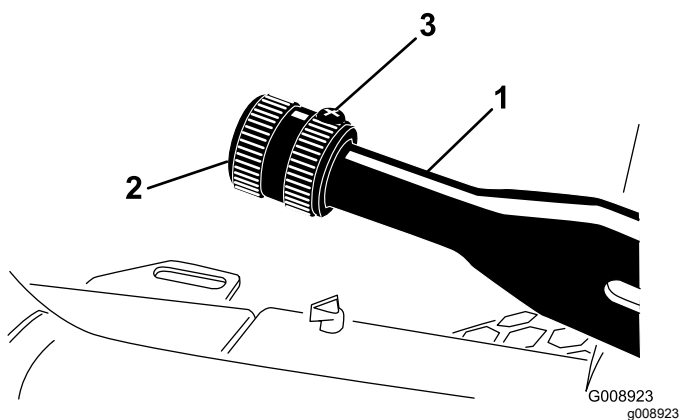

Bild 62
2. Lösen Sie die Stellschraube, mit der das Handrad am Feststellbremshebel befestigt ist (**Bild 62**).